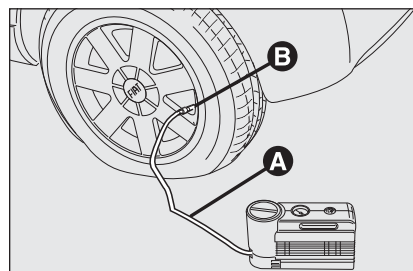

fig. 3
- ☐ **Accione el freno de mano.** Afloje el capuchón de la válvula del neumático, saque el tubo flexible de llenado **A-fig. 3** y atornille el casquillo **B** en la válvula del neumático;